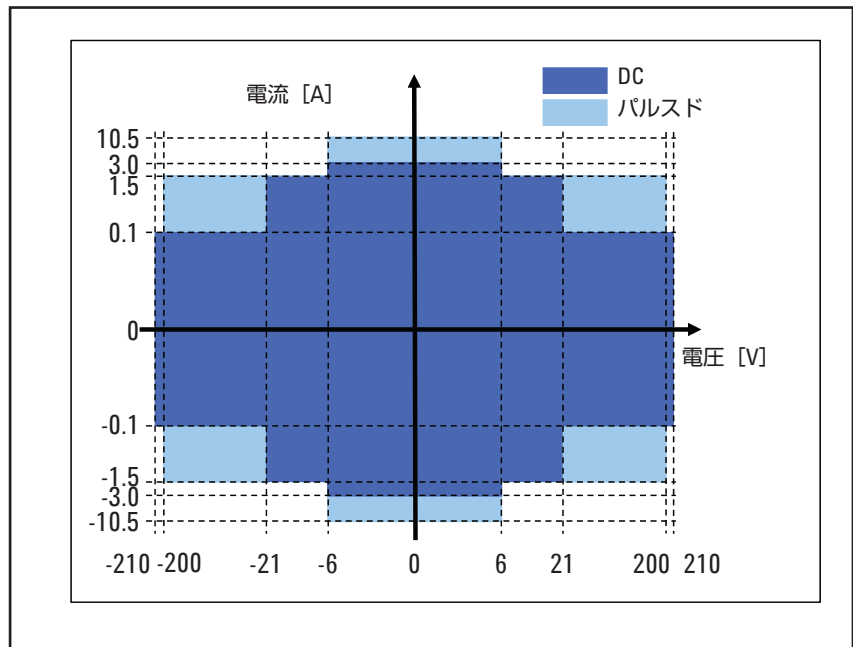

図2. 広いバイポーラ・レンジ/電流レンジ(4象限動作)
B2961A/B2962Aは、4象限動作をサポートするバイポーラ電源なので、電圧/電流の極性を正または負にすることができます。10 fA ~ 3 A (DC) または10.5 A (パルスド) の電流、100 nV ~ 210 V の電圧を供給できます(図2を参照)。B2961A/B2962Aには、上述の基本的な電源供給機能に加えて、より複雑なテスト/評価が可能な高度な機能も備わっています。これらの機能には、任意波形発生機能、プログラマブル出力抵抗、タイム・ドメイン電圧/電流波形ビューワーも含まれています。このため、B2961A/B2962Aを、34420Aと組み合わせて使用すれば、高精度低抵抗測定を実現するための要件をすべて満たすことができます。